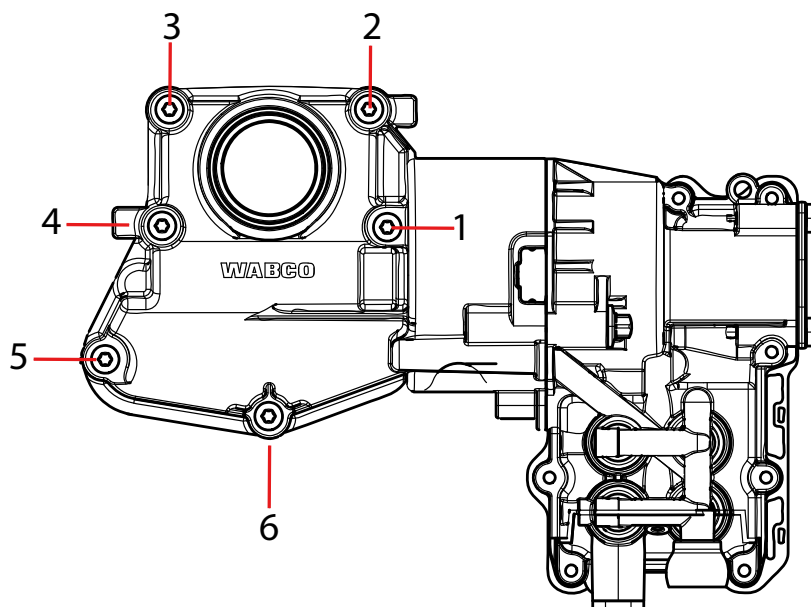

Fig. 3 Șuruburi de slăbit și îndepărtat în ordine aleatorie
5. Slăbiți și îndepărtați cele șase șuruburi torx exterioare M8 ale aparatului vezi "Fig. 3 Șuruburi de slăbit și îndepărtat în ordine aleatorie".